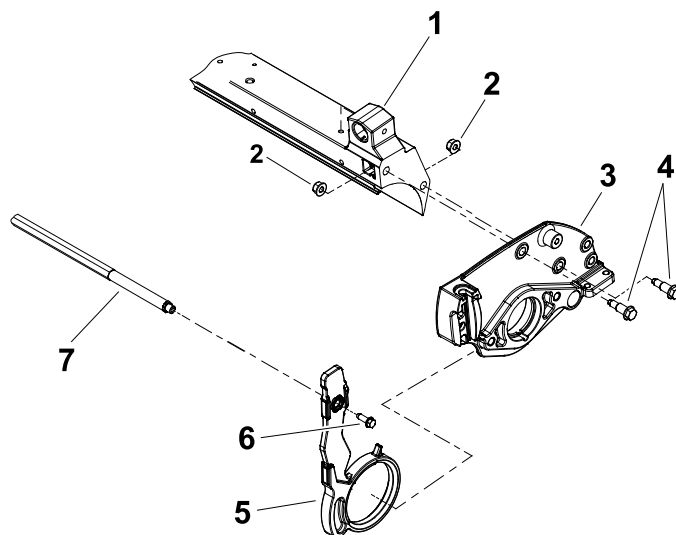

Figura 11
6. Rimuovete il collegamento trasversale rimuovendo le viti a testa piana che fissano il collegamento trasversale ai bracci orientabili (Figura 11).
8. Rimuovete i bulloni di spallamento e i dadi flangiati che fissano la piastra laterale all'elemento trasversale dell'apparato di taglio (Figura 11).
9. Rimuovete la piastra laterale dall'albero del cilindro, i rulli, la barra di appoggio e l'elemento trasversale dell'apparato di taglio (Figura 11).
10. Rimuovete il braccio orientabile esistente dalla piastra laterale (Figura 11).